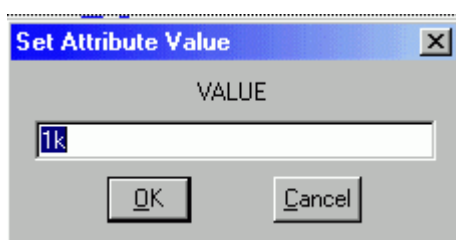

Рис.1.3. Диалоговое окно изменения номинала резистора
1.4. **Установка числовых значений и обозначений элементов.** Для установки параметров элементов необходимо подвести курсор к параметру элемента и дважды нажать ЛКМ (или по команде **Edit/Attributes**). В поле "**Value**" появляется числовое значение этого параметра \square 1k. Соответствующее окно представлено на рис. 1.3.